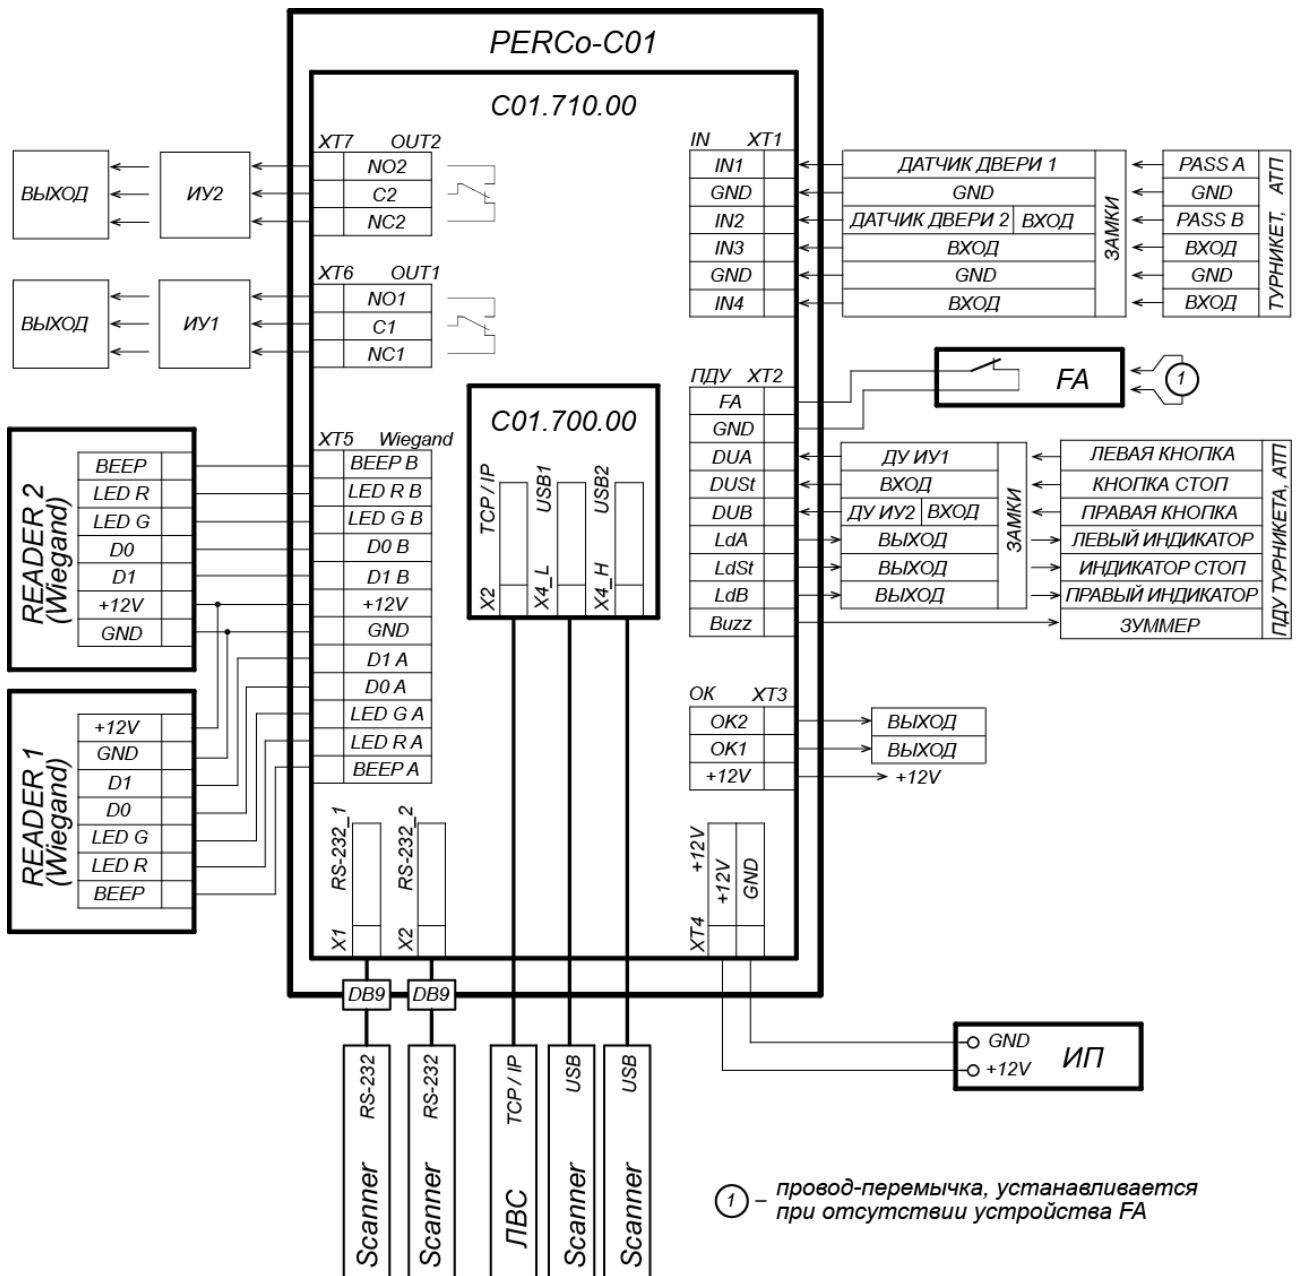

Рисунок 4. Общая схема подключений
Контроллер имеет два выхода типа «открытый коллектор»: ОК1 и ОК2 (см. рис. 4). Подключение к выходам осуществляется через клеммную колодку **ХТ3** нижней платы контроллера.
Выходы могут использоваться (см. рис. 4):
7. Установите ИП, подключите кабель от ИП к клеммной колодке **XТ4** нижней платы контроллера согласно схеме, представленной на рис. 4.
Считыватели подключаются к соответствующим контактам разъема **XT5** в соответствии с общей схемой подключения (рис. 4). В ресурсах контроллера для параметра «Интерфейс связи» данного считывателя необходимо выбрать значение *Wiegand* (см. рис. 6).
Сканеры подключаются к соответствующим разъемам типа DB9 (RS-232) на корпусе контроллера (см. рис. 5). Левый разъем DB9 подключается к разъему **X1** на нижней плате контроллера, правый – к разъему **X2** (см. рис. 4):
2. Подключение замка производится к клеммным колодкам **XT6**, **XT7** нижней платы контроллера в соответствии со схемами подключения (см. рис. 4).